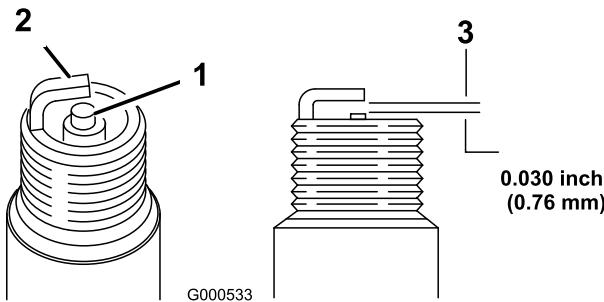

Figura 40
- Mire la parte central de la(s) bujía(s) (Figura 40). Si se observa un color gris o marrón claro en el aislante, el motor está funcionando correctamente. Si el aislante aparece de color negro, significa que el limpiador de aire está sucio.
- Compruebe la separación entre los electrodos central y lateral (Figura 40). Si la distancia no es correcta, doble el electrodo lateral (Figura 40).